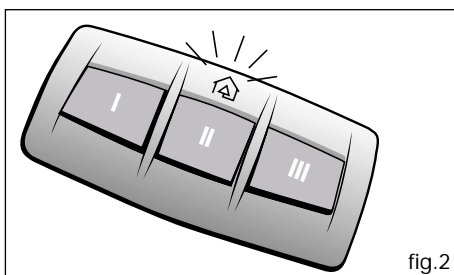

fig.2
- 1) Prima o botão HomeLink adequado I, II, ou III que deseja programar e mantenha-o premido durante cerca de 20 segundos até o diodo HomeLink começar a piscar lentamente (fig. 2). Não liberte até o passo 4 estar concluído!